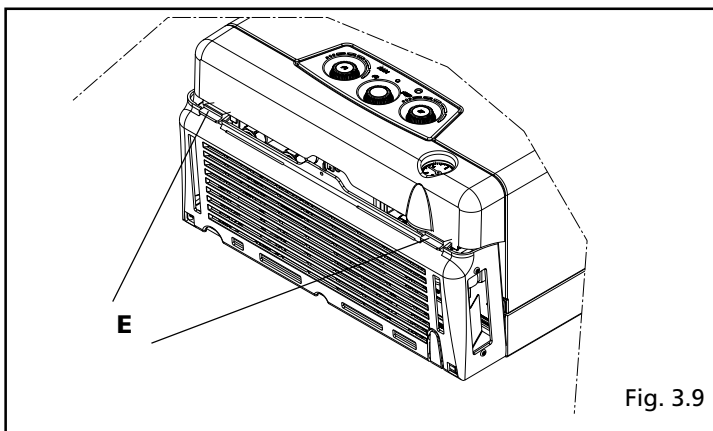

Fig. 3.9
- ruotare verso l'alto la copertura raccordi fino a che le due linguette (E) si posizionino a scatto nella copertura solidale al mantello (fig. 3.9).
- premere sulle due linguette (E) sgancian-dole (fig. 3.9)